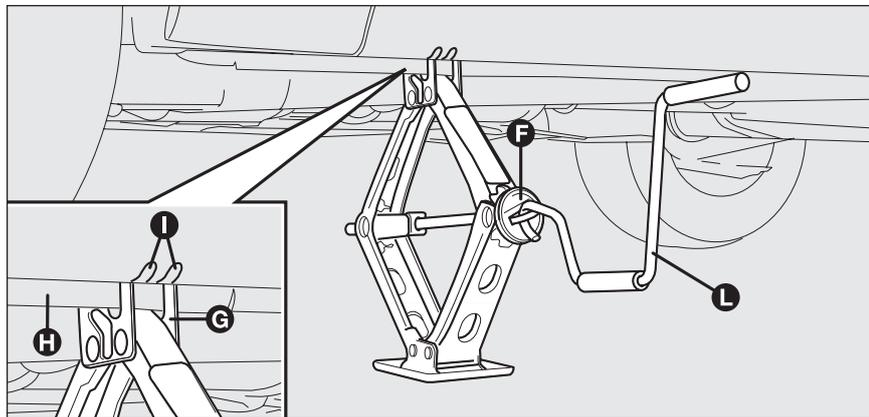

fig. 12
- ❑ azionare il dispositivo **F-fig. 12** in modo da distendere il cric, sin quando la scanalatura **G-fig. 12** sulla parte superiore del cric si inserisce correttamente sul profilo inferiore **H-fig. 12** ricavato sulla scocca in corrispondenza dell'indicazione **I-fig. 12** (a circa 72 cm dal centro ruota anteriore oppure 75 cm dal centro ruota posteriore);
- ❑ inserire la manovella **L-fig. 12** per permettere l'azionamento del cric e sollevare la vettura, sino a quando la ruota si alza da terra di alcuni centimetri;
- ❑ azionare la manovella **L-fig. 12** del cric in modo da abbassare la vettura ed estrarre il cric;